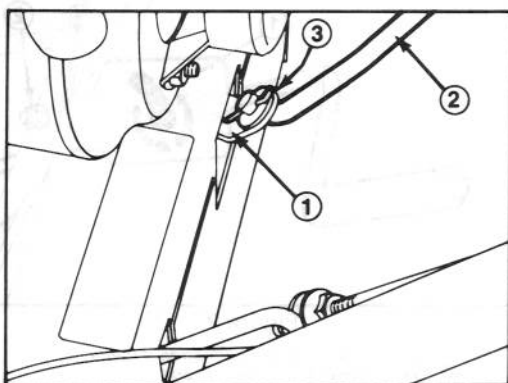

Figure 7
1. Tirez le bras du sélecteur de vitesse aussi loin que possible (Fig. 7) et mettez la manette de commande située sur la plaque de commande en position MARCHE ARRIERE (R) pour faciliter le montage.
2. Montez la tige de sélecteur de vitesse sur le bras de sélecteur, ajoutez une rondelle plate et fixez à l'aide d'une goupille fendue (Fig. 7).